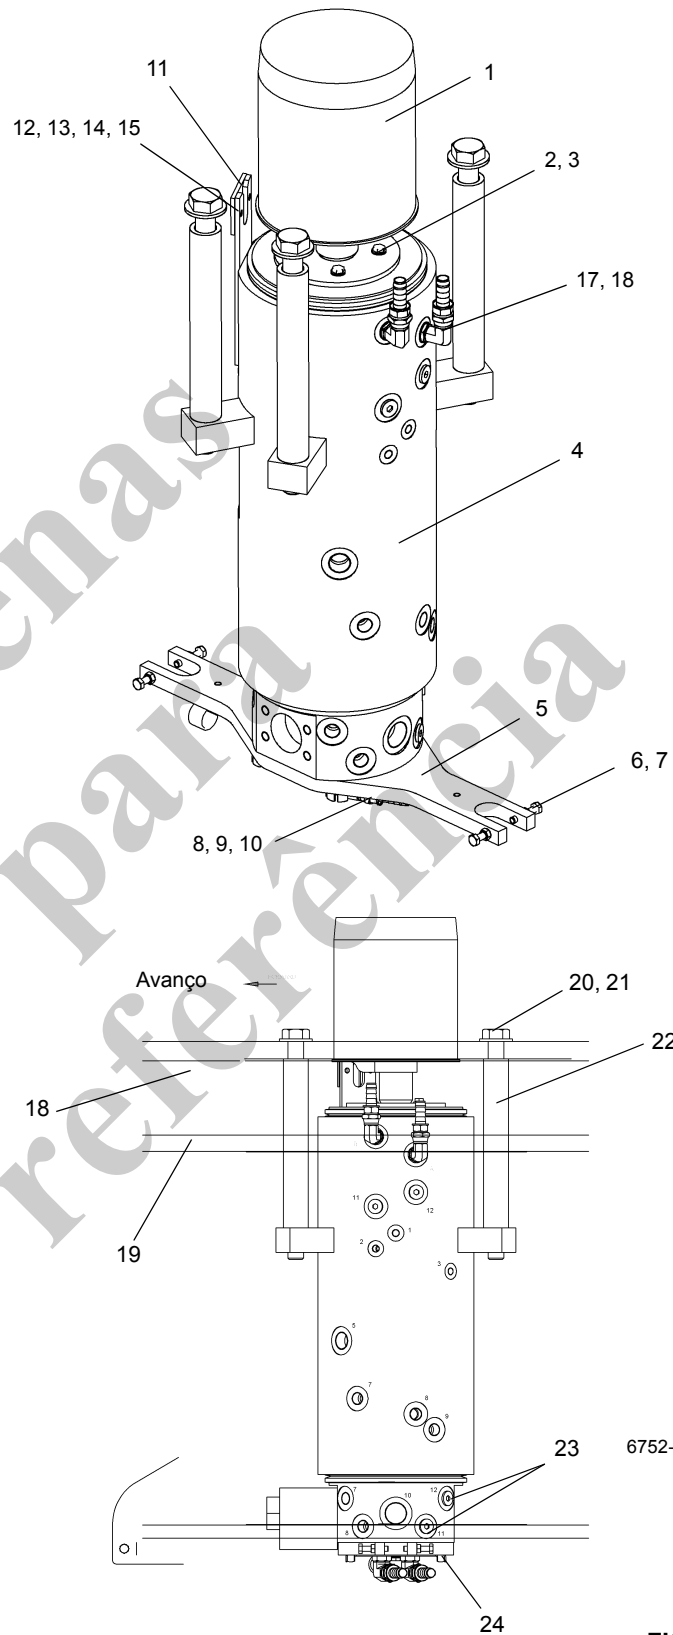

FIGURA 6-5
- Usando calços, ajuste a folga movendo os conjuntos de acionamento do giro em direção ao mancal, para que o pinhão se engate nos dentes da engrenagem de coroa (consulte a Figura 6-5).
O conjunto da rótula (Figura 6-5) consiste em uma rótula hidráulica de 12 entradas, uma rótula de água de 2 entradas e uma rótula elétrica com anel deslizante de 15 condutores. Conexões sólidas não podem ser usadas para transferir óleo, água quente do aquecedor e eletricidade entre o transportador e a superestrutura devido ao giro contínuo de 360 graus. O uso de rótulas executa eficientemente essas funções.